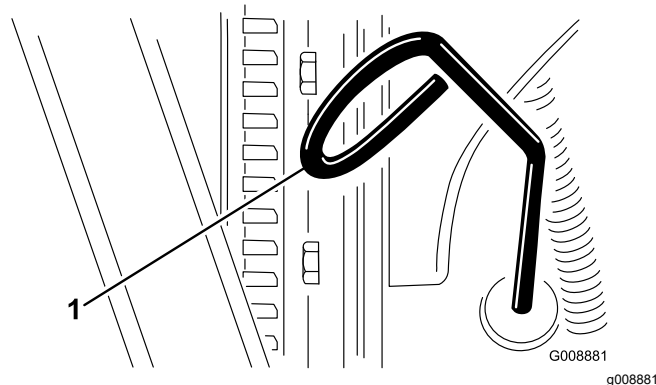

Figura 59
2. Togliete l'asta di livello ed asciugatela con un panno pulito (Figura 59).